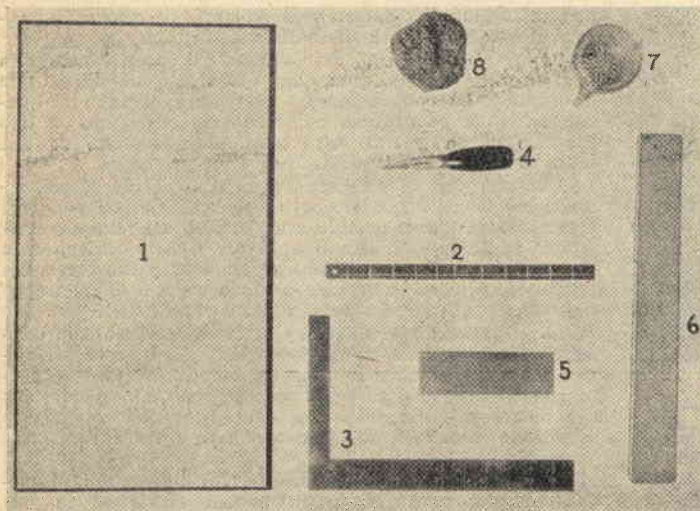
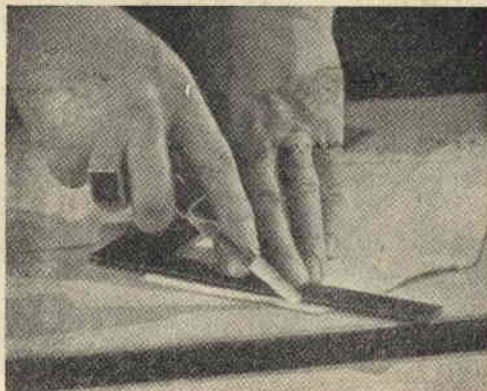

Fig. 1 - Ciò che occorre per la preparazione del cuoio.
Fig. 3 - Il taglio di un pezzo di cuoio
Marcate tutti i terminali, seguendo le indicazioni di fig. 1 ed 1A (potrete allo scopo incollare sulla base dei rettangoli di carta sui quali avrete scritto le indicazioni necessarie) e stando bene attenti a non commettere errori, perché se assegnaste ad un terminale o ad un morsetto un numero errato, l'errore si ripercuoterebbe
1. - *Il tagliere.* Si tratta di una tavoletta di legno piana e ben levigata, sulla quale tagliare il cuoio. E' preferibile usare legno tenero, ma che abbia una grana serrata, affinché la lama del coltello non sia fatta deviare dalla durezza della grana (fig. 1, n. 1).
2. - *Il righello.* Serve al tempo stesso come misura e come riga e di conseguenza deve essere centimetrato. Perché non farselo da sé, usando una di quelle righe di ottone che i tipografi adoperano per separare le varie colonne? Incidervi i segni della centimetratura è cosa semplicissima con il procedimento indicato in questo stesso fascicolo (fig. 1, n. 2).
3. - *La squadra.* Dev'essere di metallo, come il righello, e possibilmente centimetrata. E' l'utensile più utile per tagliare il cuoio bene in quadro. Il miglior modo di servirsene, quando si debba tagliare, è quello illustrato in fig. 3, mentre la fig. 2 illustra come servirsi del righello per riportare sul cuoio una determinata misura. In fig. 3 notate che la lama del coltello è tenuta inclinata leggermente in fuori rispetto al margine della squadra, che viene così seguito più facilmente (fig. 1, n. 3).